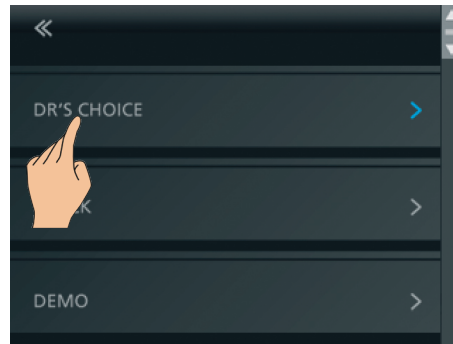

Fig. 21 Selezionare DR'S CHOICE
- Accedere al menu Impostazioni e selezionare DR'S CHOICE (Fig. 21).